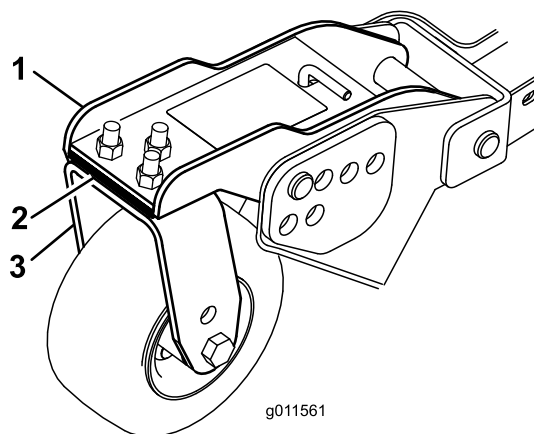

Figura 27
3. Regolate gli spessori (3 mm) sul braccio (o bracci) della ruota orientabile, finché l'altezza di taglio non corrisponde al valore riportato sull'adesivo (Figura 27).
5. Se il bordo interno del piatto di taglio laterale è troppo alto rispetto al bordo esterno del piatto di taglio anteriore, togliete uno spessore di 3 mm dalla base del braccio della ruota orientabile anteriore interna del piatto di taglio laterale (Figura 27).